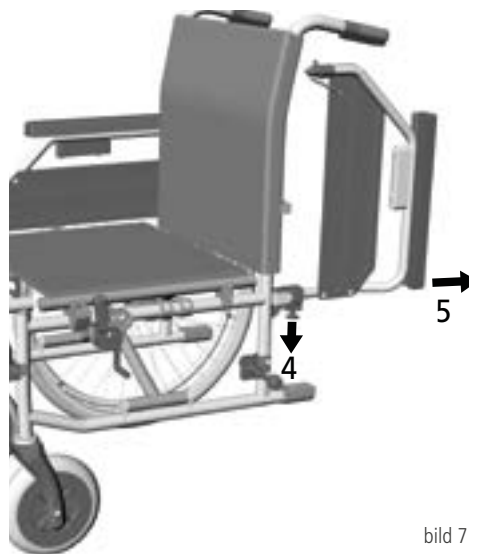

bild 7
2. Dra den bakre pluggen på klämanordningen nedåt (4, bild 7)